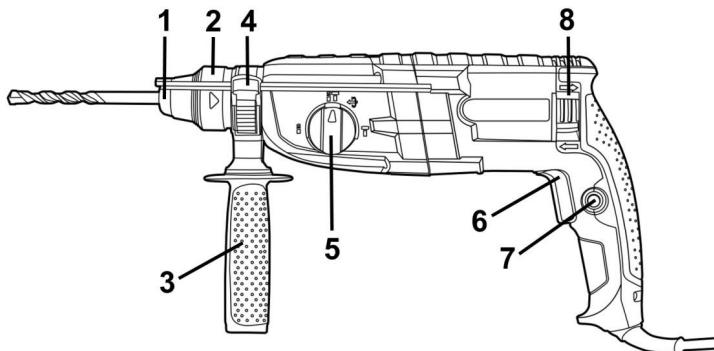

Рисунок 1
5.1 Выберите необходимый режим работы изделия с помощью переключателя (5) (см. рисунок 1, таблицу 2). При необходимости изменения угла наклона насадки при выполнении долбежных работ произведите необходимые операции, описанные в пункте 4.5. Если необходимо установить сверлильный патрон – установите его в патрон SDS-plus через адаптер.
5.2 Для включения изделия нажмите на курок выключателя (6) (рисунок 1). Для отключения изделия следует курок отпустить.